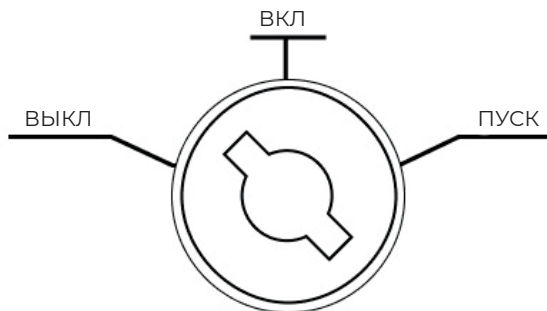
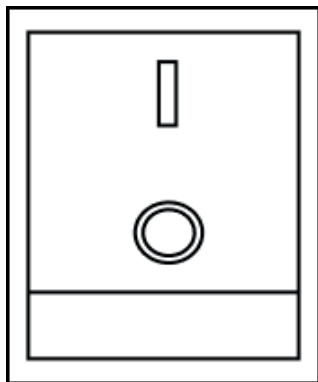

рис. 12. Замок зажигания
рис. 13. Выключатель зажигания положение «I»
4. Вставьте ключ в замок зажигания на панели управления и переведите ключ в положение «ВКЛ.» (Включено) (Рис. 12).
5. Переведите ключ зажигания в положение «ПУСК» (Рис. 12) и удерживайте его. После запуска двигателя отпустите ключ зажигания, он автоматически встанет в положение «ВКЛ».
положение «ВКЛ.» (Включено) (Рис. 12). Для модели без электростартера: переведите выключатель зажигания в положение «I» (Включено) (Рис. 13).